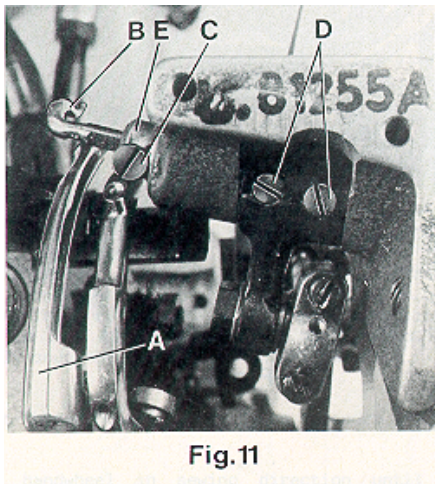

Fig.11
Viewed from the left end of the machine the thread retainer (B, Fig. 11) should pass as close as possible on the left side of lower looper (A) when swinging upward without contacting it.
Vom linken Ende der Maschine aus gesehen soll der Fadenholer (B, Fig. 11) beim Schwenken nach oben so dicht wie möglich an der linken Seite des Untergreifers (A) vorbeigehen, ohne diesen zu berühren.
After loosening screw (C, Fig. 11) the thread retainer (B) can be moved to the left or right. Retighten screw on the flat of the thread retainer shank. After loosening the two set screws (D), shaft (E) with the thread retainer (B) can be rotated into the correct position. Make sure to remove all lateral end play when tightening the set screws.
Nach Lösen der Schraube (C, Fig. 11) kann der Fadenholer (B) nach links oder rechts verschoben werden. Ziehen Sie die Schraube wieder auf der Befestigungsfläche des Fadenholerschaftes an. Nach Lösen der beiden Gewindestifte (D) kann die Achse (E) mit dem Fadenholer (B) in die richtige Stellung gedreht werden. Achten Sie beim Anziehen der Gewindestifte darauf, daß kein seitliches Spiel vorhanden ist.